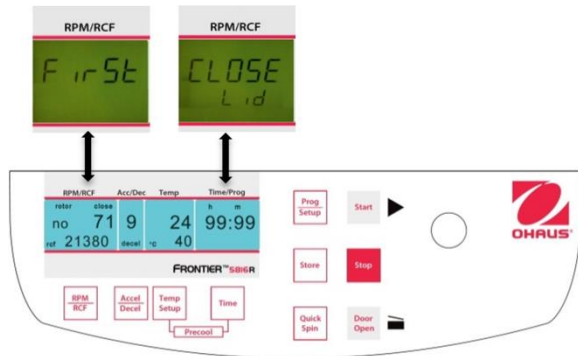
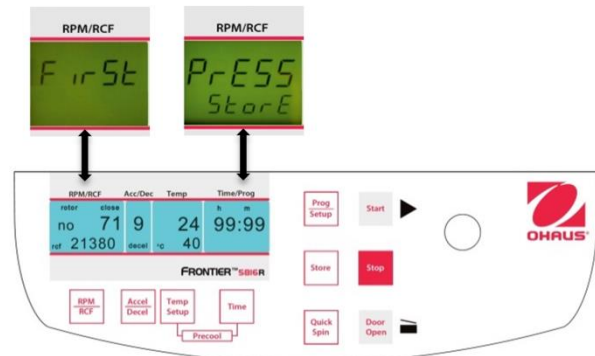

Figure. 23
Figure. 24
Fermer le couvercle de la centrifugeuse. Procéder dorénavant selon la description précédente afin de définir tous les paramètres importants de la centrifugation. Si le couvercle n'est pas fermé lors de la mémorisation du programme, les mots **"FirSt"** et **"CLOSE Lid"** (voir la figure 23) clignotent alternativement sur l'affichage **"RPM/RCF"** (A-1). Si la centrifugation doit être démarrée sans mémorisation du programme, les mots **"FirSt"** et **"PrESS StoreE"** (voir la figure 24) clignotent alternativement sur l'affichage **"RPM/RCF"** (A-1).
Pour adapter les données, appuyer sur la touche **"Store"** (12) (voir les figures 23 et 24) pendant 1 seconde environ. Si le programme est correctement mémorisé, le mot **"StoreE"** apparaît sur l'affichage **"RPM/RCF"** (A-1). Ceci aura pour effet de faire disparaître le mot **"programm"** (M10). Aussitôt après avoir libéré la touche **"Store"** (12), le mot "programm xx" (M10) réapparaît avec xx correspondant à l'emplacement du programme choisi.